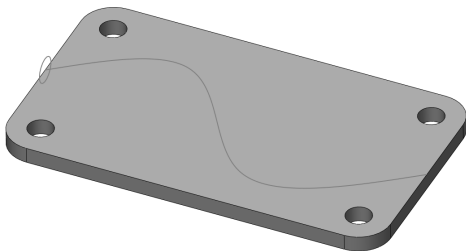

图 5-32 打开素材模型
(1) 单击常用工具栏中的【打开】按钮, 打开一幅素材模型, 如图 5-32 所示。